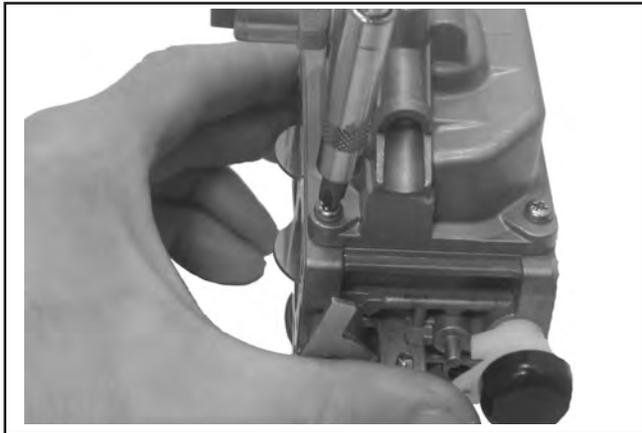

Abbildung 5-32. Installation des Schwimmergehäuses.
16. Nachdem die korrekte Höhe des Schwimmers erreicht ist, wird das Schwimmergehäuse vorsichtig auf dem Vergaser installiert. Dabei werden neue O-Ringe verwendet. Die Befestigung mit den vier Original-Schrauben vornehmen. Anzug der Schrauben auf $2,5 \pm 0,3$ N·m ($23 \pm 2,6$ Zoll lb). Siehe Abbildung 5-32.